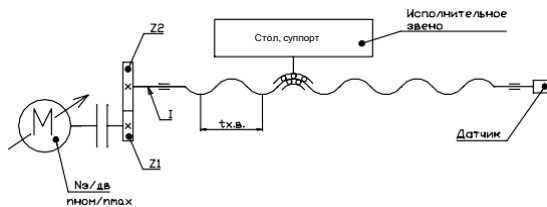

Рис. 1
6. запишите уравнение кинематического баланса движения подачи исполнительного звена (Рис. 1).
7. Определите по схеме скорость перемещения исполнительного звена, мм/мин.: частота вращения вала электродвигателя $n_3 = 1000$ об/мин.; шаг винта $t=6$ мм; $Z_1=20$; $Z_2=60$ (Рис. 1).